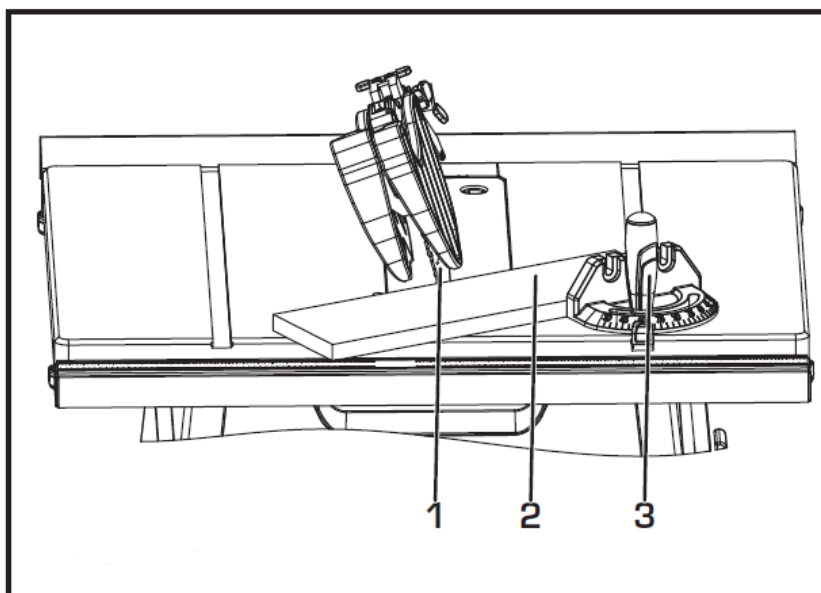

Рис. 32 Угол скоса  $0^{\circ}\sim 45^{\circ}$  и угол наклона пильного диска  $0^{\circ}\sim 45^{\circ}$
7.19.2. Угол скоса  $0^{\circ}\sim 45^{\circ}$  и угол наклона пильного диска  $0^{\circ}\sim 45^{\circ}$  (Рис. 32)